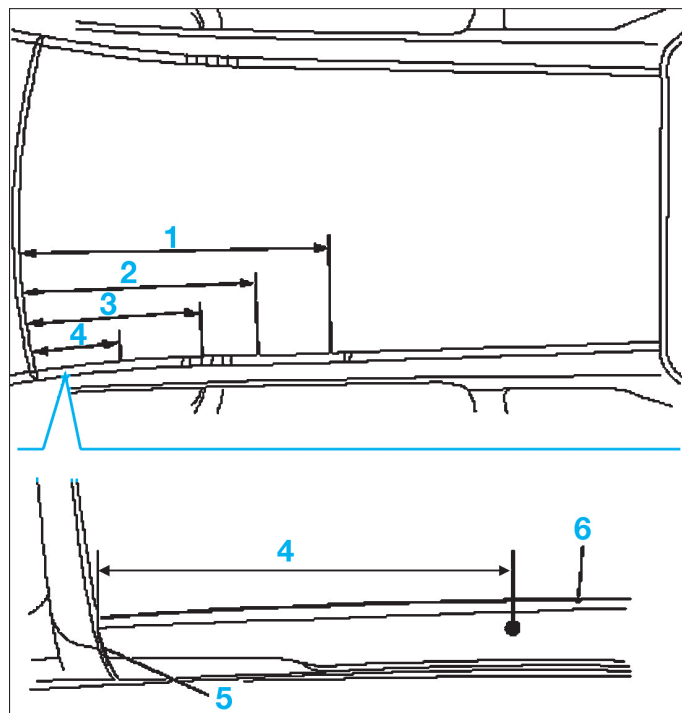

FIG. 158
- Percer le pavillon au cotes indiquées (fig. 158) :